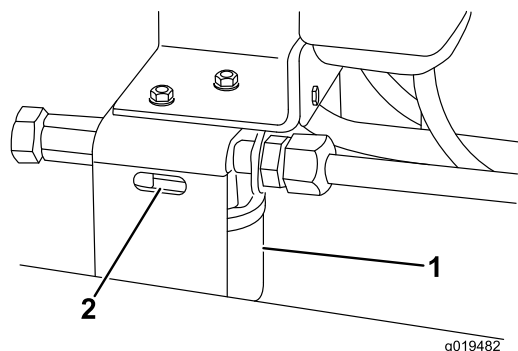

Figura 78
2. Pulite la superficie circostante il filtro. Collocate una bacinella di spurgo sotto il filtro, e togliete il filtro (Figura 78).